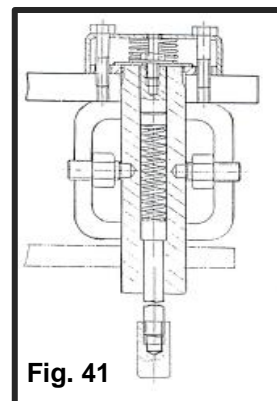
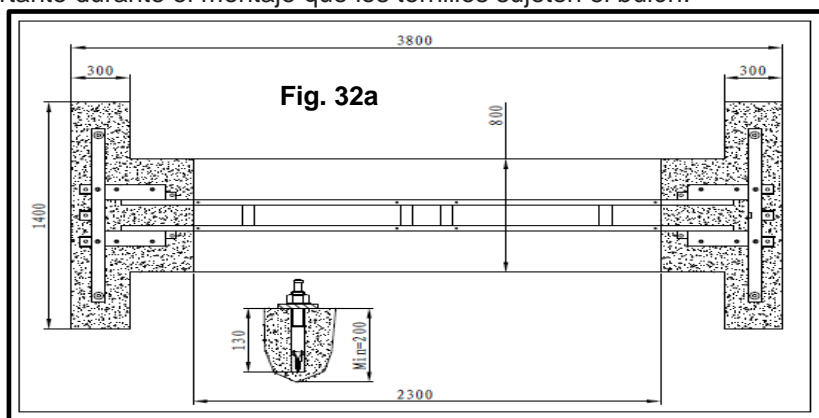

Fig. 41
Fig. 32a
1. Fijar y montar la base según se muestra en la (Fig. 32, Fig.32a) y (Ver Fig.33)
1. Presione el botón SUBIDA, elevando los carros a la altura de 70cm.sobre el suelo, luego presione el botón bloqueo, PONGA EL INTERRUPTOR PRINCIPAL (IG) EN LA POSICIÓN 0 Y CORTE EL SUMINISTRO DE ENERGIA ELECTRICA QUE ABASTECE EL ELEVADOR.
3. Coloque los brazos en los soportes del carro y seguidamente inserte los pernos en los orificios de encaje tal y como se muestra en las (Fig.32a) y (Fig. 41). Debe tener en cuenta que la entrada de transmisión debe ser la misma que la entrada de los brazos.
Fig. 41 a
Hacer 14 perforaciones en la base con una broca helicoidal para hormigón de 18mm de diámetro hasta 130 mm de profundidad. Utilice las almohadillas de base como plantilla de perforación. (Fig. 32 y Fig.32a). Y seguidamente instalar los tacos, según se muestra en (Fig.32 y Fig.32a).